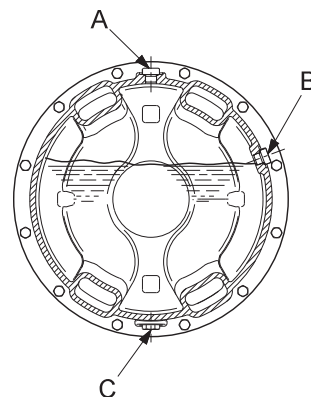

Рис. 29 Насос с контрольной резьбовой пробкой (A) сверху
1. Определите положение резьбовых пробок А, В и С относительно друг друга. См. рис. 29.